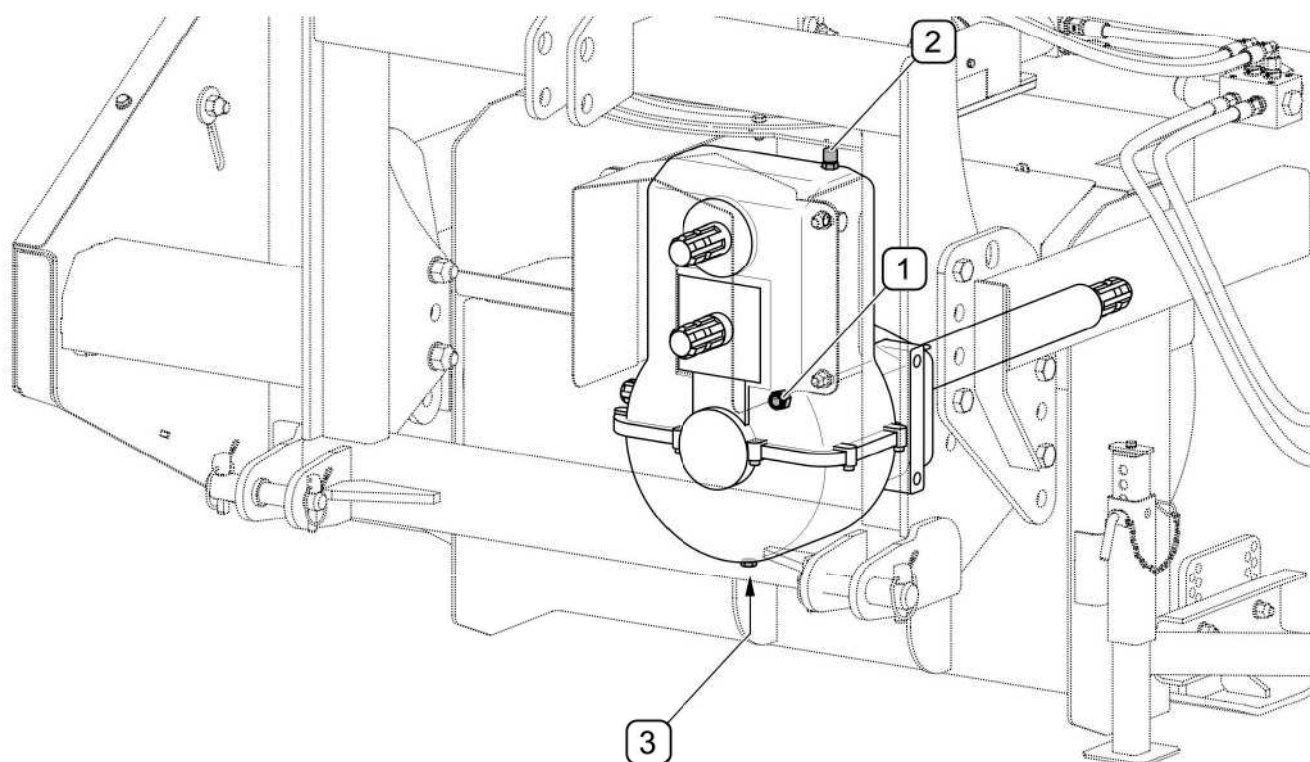

РИСУНОК 5.1 Проверка и замена масла в главной передаче
В новой машине в главную передачу (РИСУНОК 5.1) закачено трансмиссионное масло класса 80W/90 API GL-4. Обслуживание передачи сводится к регулярной проверке и замене масла. Для проверки масла в главной передаче необходимо:
- отвинтить контрольную пробку (1) (РИСУНОК 5.1),
- уровень масла должен достигать нижнего края отверстия пробки (1),
- в случае необходимости долить масло через заливную пробку (2)
Замену масла нужно производить сразу же после работы, пока передача еще горячий, а возможные загрязнения смешались с маслом. С целью замены масла в передаче (РИСУНОК 5.1) необходимо: